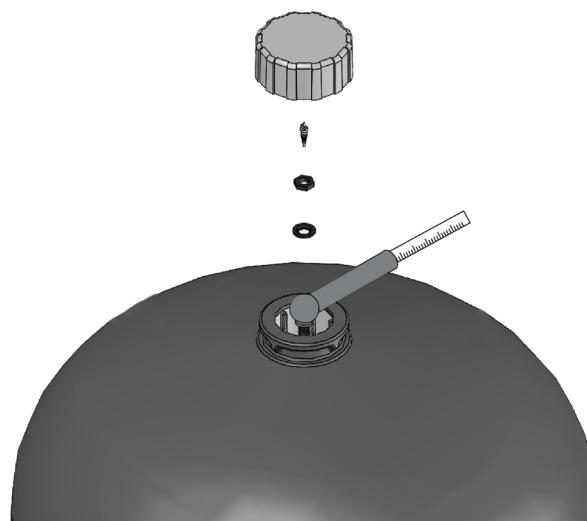

Figure 3 : Utilisation d'une jauge à pneu pour vérifier la précharge de la cellule d'air
2. Retirez le capuchon de la pièce polaire et vérifiez la pression d'air à la soupape d'évacuation d'air située sur le dessus du réservoir à l'aide d'un manomètre standard pour pneus. Voir Figure 3. La pression d'air doit être inférieure de 4 psi au réglage d'enclenchement du pressostat de la pompe (si le pressostat se ferme à 30 psi, la pression dans le réservoir doit être de 26 psi).
4. Rechargez le réservoir avec de l'air comprimé (voir figure 3) selon le tableau 1. Installez le capuchon de pièce polaire avec capuchon de soupape; rebranchez l'alimentation électrique de la pompe.